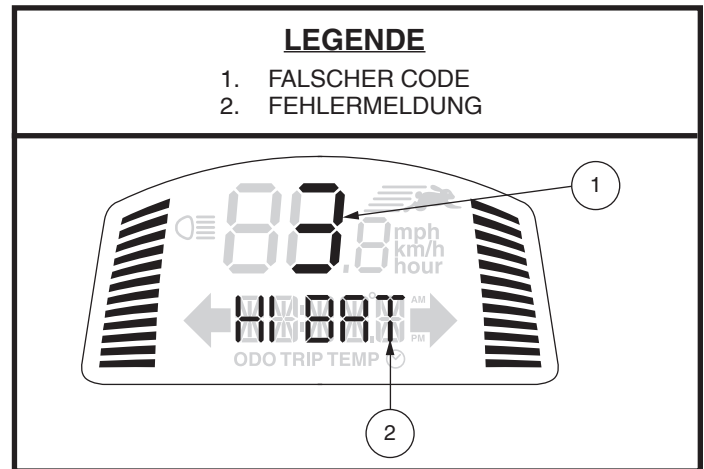

Abb. 24. Fehlercode-Anzeige
1. Ein Diagnosefehlercode und eine Fehlermeldung werden auf Ihrem LCD-Bildschirm angezeigt (Siehe Abb. 24), **ODER**